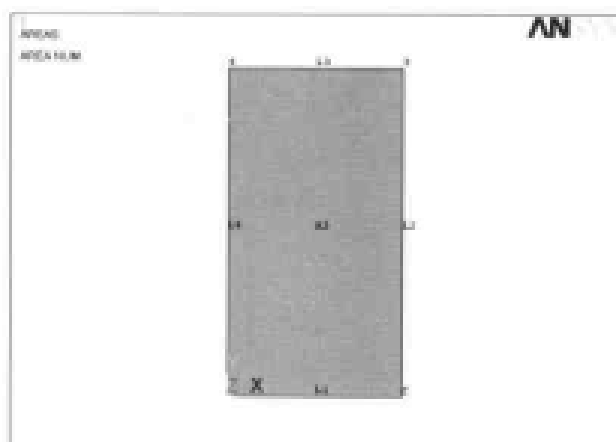

图 9-13 生成的几何模型结果显示
(5) 选择 Main Menu | Preprocessor | Modeling | Create | Areas | By Lines 命令，出现 Create Area by L 菜单，在文本框中输入 1, 2, 3, 4，单击 OK 按钮关闭该菜单。
(6) 选择 Utility Menu | Plot | Areas 命令，生成的几何模型如图 9-13 所示。
(7) 选择 Utility Menu | Plot | Lines 命令。
(8) 选择 Main Menu | Preprocessor | Meshing | Size cntrls | ManualSize | Lines | Picked lines 命令，出现 Element Size on Picked Lines 菜单。在文本框中输入 1, 3，单击 OK 按钮，出现 Element Size on Picked Lines 对话框，在 NDIV No. of element divisions 文本框中输入